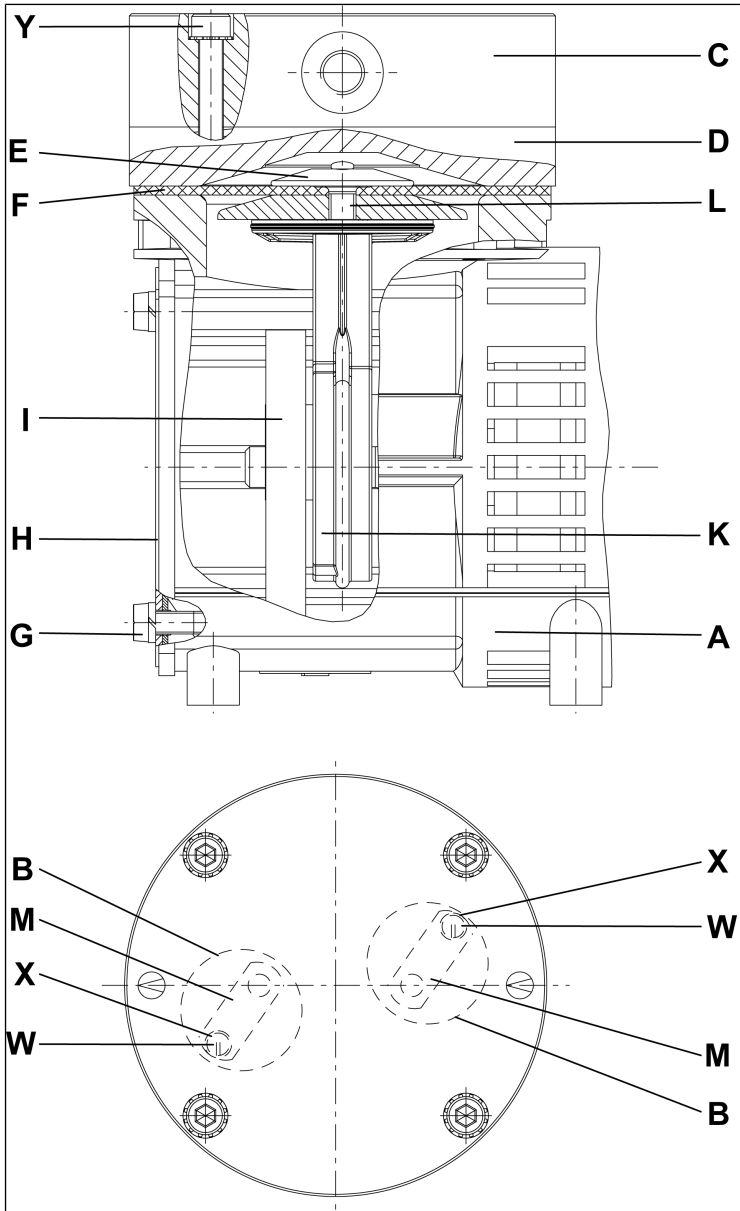

Abb.7: Pumpenteile für Pumpentypen mit glatten Köpfen und Ventilen (Edelstahl, symbolisch)
**Nach Abb. 7
i Die folgenden Positionsnummern beziehen sich auf Abb. 7).